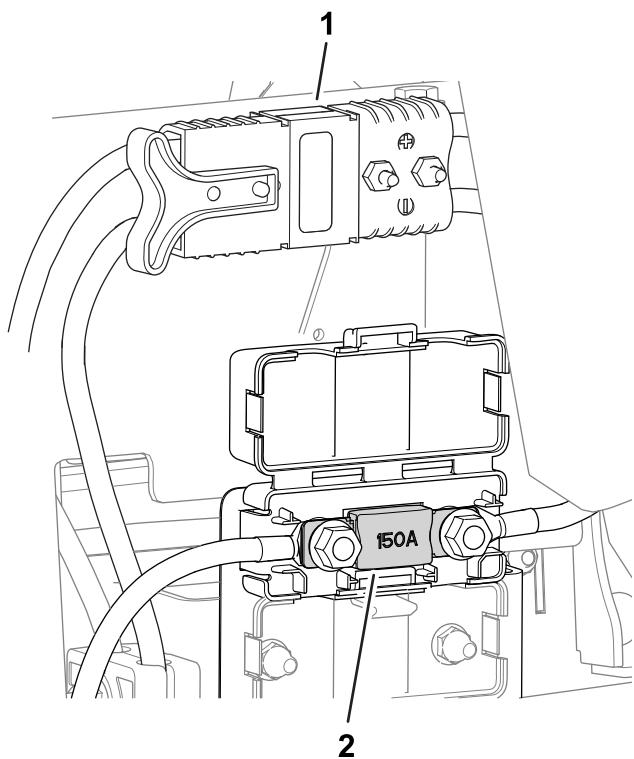

Figura 55
- El fusible del sistema eléctrico está situado debajo de los conectores eléctricos principales (Figura 55).